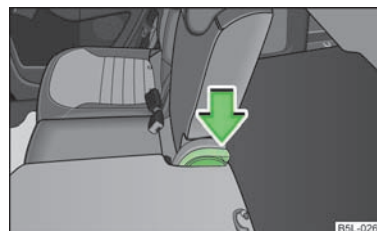

Fig. 53
- Presionar la palanca » fig. 53 y replegar el respaldo. Asegurarse al tirar de que el respaldo haya encastrado.